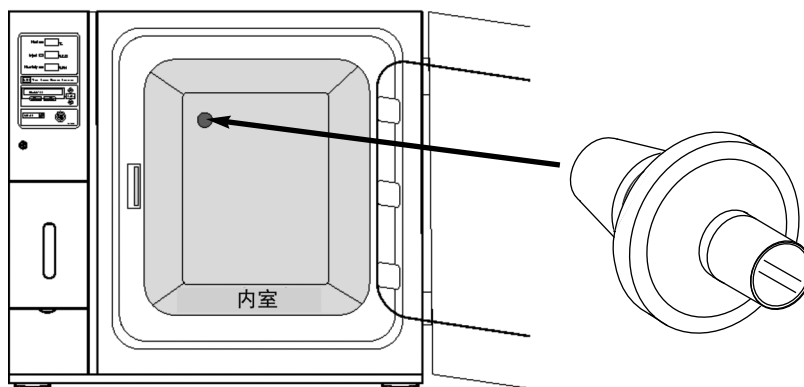

图 1-10. 检修口过滤器组件安装
2. 将过滤器/定子组件安装在箱室的内部开口处。请参阅图 1-10。